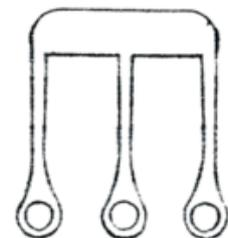

Fig. 20
- Depois de ajustar, tenha certeza que todas as agulhas estejam passando através dos furos da chapa de agulha com a devida folga (fig. 20).